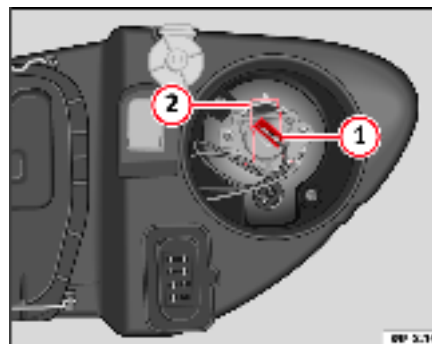

Fig. 187 Feux de route
- Retirez le connecteur ⇒ fig. 187 ① de la lampe.
- Appuyez sur le ressort ⇒ fig. 187 ② vers l'intérieur et vers la droite.